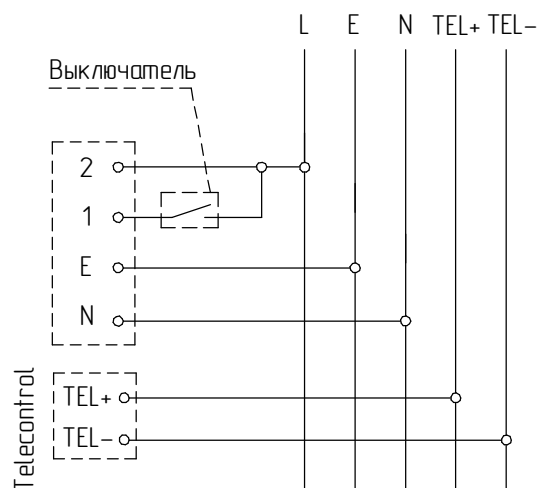

Рисунок 7 - Схема подключения светильников с аварийным
5.5 Подключение светильника производить согласно схеме (см. рисунок 7). Подключите фазовый провод некоммутируемой сети освещения (т.е. между фидером и светильником не должно быть никаких выключателей, кроме автоматов защиты) к клемме 2, а фазовый *провод коммутируемой сети к клемме 1*.
Подключение светильника с блоком аварийного питания, с функцией TELECONTROL производить согласно схеме (см. рисунок 7). Подключение линии TELECONTROL производить через отдельный язычок, с подпиской "TEL+/TEL-".